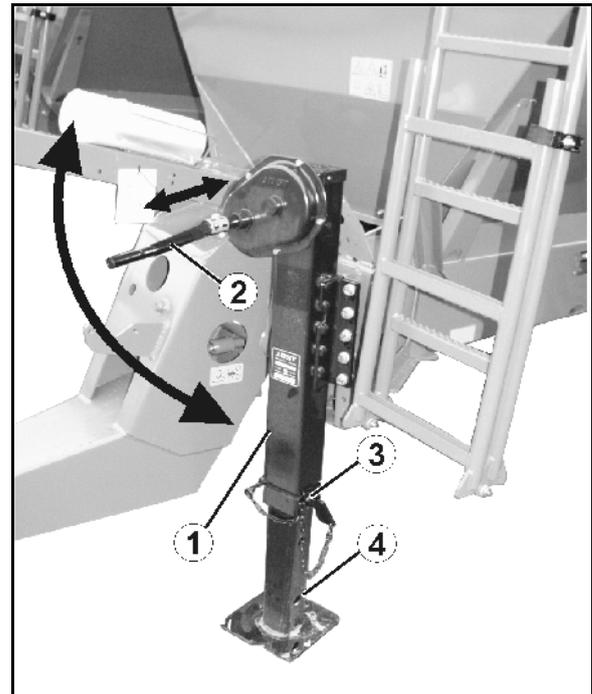

Fig. 41
1. Stützfuß (Fig. 41/1) über Handkurbel (Fig. 41/2) bis zum Anschlag hoch kurbeln.
2. Bolzen (Fig. 41/3) aus Stützfuß ziehen.
4. Bolzen in unterer Bohrung (Fig. 41/4) abstecken und sichern.
1. Stützfuß-Innenteil festhalten und Bolzen (Fig. 41/3) aus Stützfuß ziehen.
4. Stützfuß (Fig. 41/1) über Handkurbel (Fig. 41/2) bis zum Anschlag herunter kurbeln bis das Zugmaul entlastet ist.